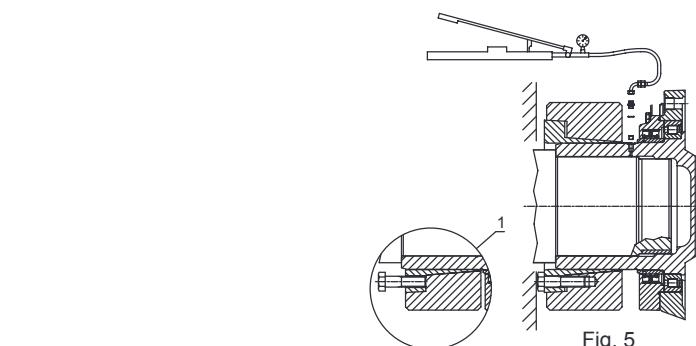
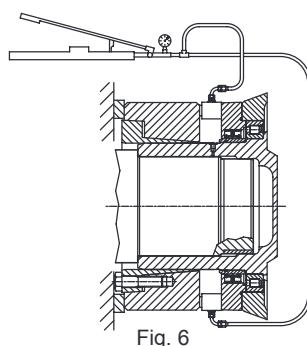

Fig. 5
Fig. 6
2) Nel caso gli anelli non si separassero spontaneamente dopo avere allentato le viti, trasferirne alcune nei fori di estrazione dell'anello interno (Fig.5 dettaglio 1) e avitandole, separare quest'ultimo dall'anello esterno.
3) Fare scorrere il giunto assialmente come da fig.5 per permettere l'utilizzo del foro G 1/8" che consente l'immissione di olio in pressione (max. 1000 bar) al fine di facilitare lo smontaggio del riduttore dall'albero della macchina. Se con l'utilizzo del metodo descritto, il riduttore non si libera, in quanto l'accoppiamento dell'albero non assicura la tenuta della pressione, allora si può agire nel modo rappresentato nella fig. 6. Se lo spazio a disposizione lo permette, utilizzando appositi spintori idraulici, occorre fare reazione su n°2 borchie a 180° che si trovano sui copriporta tenute, senza superare i seguenti carichi assiali:
2) If the rings do not separate on their own after loosening the screws, transfer some of them to the extraction holes of the inner ring (Fig.5 detail 1) and, tightening them, separate the inner ring from the outer ring.
3) Slide the joint axially as shown in fig.5 to allow use of the hole G 1/8" for the introduction of pressurized oil (max. 1000 bar) to facilitate removing the gear unit from the machine shaft. If, on using the method described, the gear unit cannot be freed, because the shaft coupling does not ensure pressure tightness, operate as shown in fig. 6. Available space permitting, using the special hydraulic pushers, operate on two bosses at 180° located on the seal covers, without exceeding the following axial loads:
2) Falls sich die Kupplungsringe nach dem Entfernen der Schrauben nicht von selbst lösen sollten, einige Schrauben in die Abzugsbohrungen des Innenrings einsetzen (Abb.5, Ausschnitt 1) und durch Festziehen derselben den Innen- vom Außenring trennen.
3) Die Kupplung axial verschieben (siehe Abb.5), um die Bohrung G 1/8" benutzen zu können, die das Einfüllen von Öl unter Druck (max. 1000 bar) gestattet, um den Ausbau des Getriebes von der Maschinenwelle zu erleichtern. Sollte es nicht möglich sein, mit dem beschriebenen Verfahren das Getriebe freizusetzen, da die Passung der Welle nicht dicht genug für den Druck ist, kann auf die in Abb. 6 dargestellte Weise vorgegangen werden. Bei ausreichendem Platz können hydraulische Stössel eingesetzt werden, die 180° zu einander auf 2 Auflagen angeordnet werden, die sich auf dem Deckel der Dichtungshalter befinden; dabei dürfen die folgenden Axiallasten nicht überschritten werden:
- 2) Dans le cas où les bagues ne se séparentaient pas spontanément après avoir desserré les vis, en déplacer quelques-unes dans les trous d'extraction de la bague intérieure (Fig. 5 détail 1) et en les vissant, séparer cette dernière de la bague extérieure.
3) Faire coulisser l'accouplement axial comme indiqué en fig.5 pour utiliser l'orifice G 1/8" qui permet le remplissage d'huile sous pression (1000 bar maximum), afin de faciliter le démontage du réducteur de l'arbre de la machine. Si le réducteur ne se libère pas avec la méthode décrite plus haut, car l'accouplement de l'arbre ne garantit pas la tenue de la pression, il sera alors possible d'agir comme représenté en fig. 6. Si l'espace à disposition le permet, utiliser deux poussoirs hydrauliques pour faire réaction sur les 2 bossages à 180° qui se situent sur le couvercle porte-joints, sans toutefois dépasser les charges axiales suivantes.
- 2) Si a pesar de haber aflojado los tornillos los anillos no se separan, hay que transferir algunos tornillos a los agujeros de extracción del anillo interior (Fig. 5, 1) y separar el anillo interior del exterior al atornillarlos.
- 3) Hacer que el empalme se desplace en dirección axial (Fig. 5) y aprovechar el agujero de 1/8" G por el que entra aceite a presión (máx. 1000 bar) para separar al redutor del eje. Si con este método el redutor no se libera porque el acoplamiento del eje no asegura que se mantenga la presión, hay que proceder como se describe en la Fig. 6. Si el espacio disponible lo permite, hay que hacer reacción con los empujadores hidráulicos en 2 remaches de la tapa portaguardarines situados a 180° en sin sobrepasar las siguientes cargas axiales.
- 2) Caso os anéis não se separem espontaneamente depois do afrouxamento dos parafusos, transferir alguns nos furos de extração do anel interno (Fig. 5 detalhe 1) e, aparafulando-os, separar este último do anel externo.
- 3) Deslizar a junta axialmente como mostrado na Fig. 5 para permitir a utilização do furo G 1/8", que permite a entrada de óleo sob pressão (máx. 1000 bar) para facilitar a desmontagem do redutor do eixo da máquina. Se com esse método o redutor não se liberar, desde que o acoplamento do eixo não assegure a manutenção da pressão, será possível agir, se o espaço o permitir, no modo representado na fig. 6, utilizando empuradores hidráulicos, fazendo reação nos 2 pinos a 180° que se encontram na tampa porta-retentores, prestando atenção para não superar as seguintes cargas axiais.